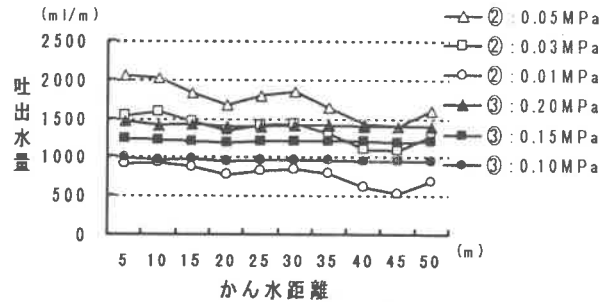

図3 水圧によるかん水精度の変化
- 2 点滴タイプのかん水チューブは、水圧にかかわらず、また、かん水時間を短くしても高いかん水精度を示す（図3、4）。